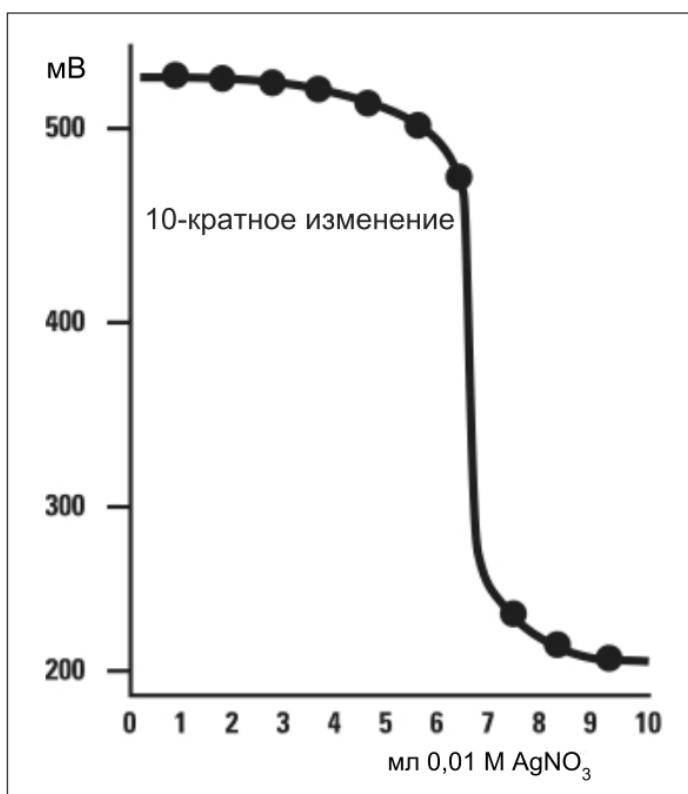

Рис. 3. Типичная кривая титрования 25 мл пробы с концентрацией хлорида 0,001 моль/л (до разбавления) раствором AgNO_3 в концентрации 0,01 моль/л.
2. Выполните титрование до точки эквивалентности, используя встроенный шаблон стандартного метода титрования EQP (до точки эквивалентности) титратора Tx Excellence или G20 Compact. Точка эквивалентности в процессе титрования — это точка, соответствующая максимальному наклону кривой (точка перегиба). См. рис. 3.